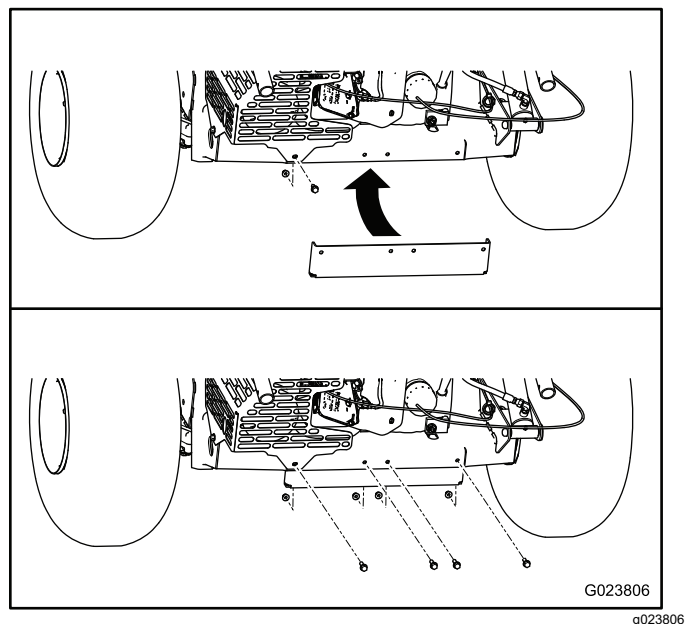

Figura 16
1. Retire la tuerca y el perno que sujetan el protector del silenciador a la parte trasera de la máquina (Figura 16).
3. Sujete el soporte del bastidor con 4 pernos (5/16 x 1 pulgada) y 4 tuercas con arandela prensada (5/16 pulgada); consulte Figura 16.